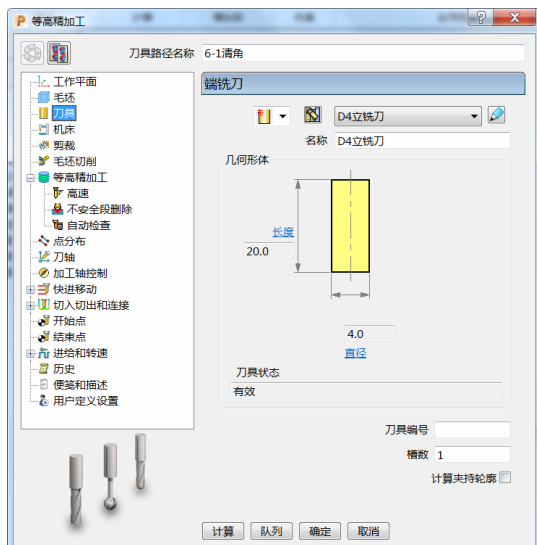

图 3-78
- 3) 刀具: 选择“ $\phi 4$ 立铣刀”, 伸出 20mm。(图 3-78)